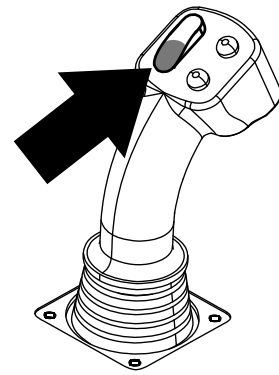
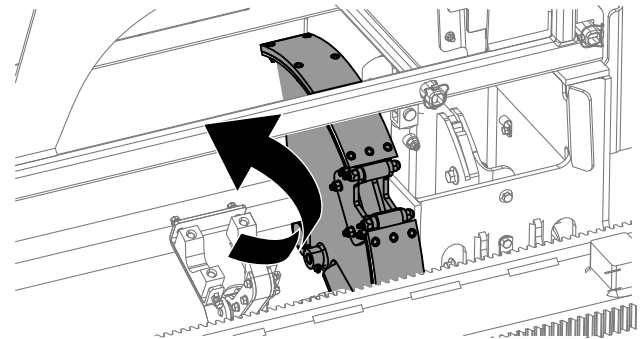

Figura 18
Figura 19
9. Pressione a parte inferior do seletor basculante (Figura 18) até que o conjunto do came seja rotacionado para a fileira selecionada sob a caixa de hasteamento (Figura 19).